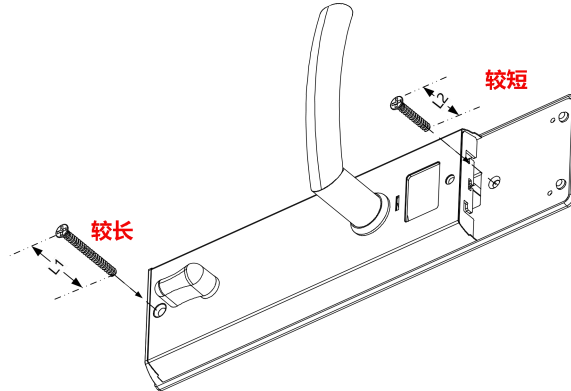

图 3-8 两颗用于组装前后面板的螺丝的长度不同
2) 一共有 2 颗 M5 沉头平尾螺丝用于前后面板组件的连接，其中上方螺丝稍短，下方螺丝稍长，如图 3-8；